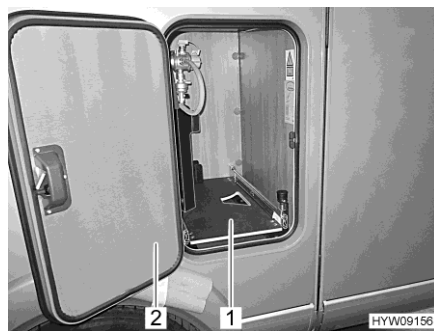

Fig. 117 Extension du compartiment à gaz
- Ouvrir le portillon (Fig. 117,2) du compartiment à gaz.
- Faire sortir l'extension du compartiment à gaz (Fig. 117,1) jusqu'à ce que le bouton s'enclenche. L'extension du compartiment à gaz est maintenant arrêtée dans cette position.